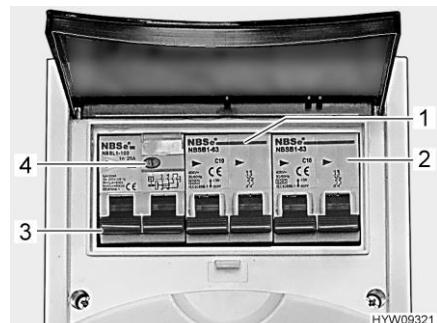

Fig. 112 Interruttore di sicurezza e interruttore automatico FI (scatola dei fusibili a 230 V)
Un interruttore di sicurezza per correnti di guasto (interruttore automatico FI) (Fig. 112,3) nella scatola dei fusibili protegge l'intero veicolo da correnti di guasto (30 mA).
L'interruttore di sicurezza collegato in serie (10 A) (Fig. 112,1) protegge le prese da 230 V, la centralina elettrica, il caricabatteria supplementare e il frigorifero.
Per veicoli con accessori opzionali, p. es. l'impianto di climatizzazione a tetto, un ulteriore interruttore di sicurezza (16 A) (Fig. 112,2) protegge l'apparecchio.
- Se il veicolo è collegato all'alimentazione a 230 V, premere il tasto di controllo (Fig. 112,4). L'interruttore di sicurezza per correnti di guasto (FI) deve scattare.